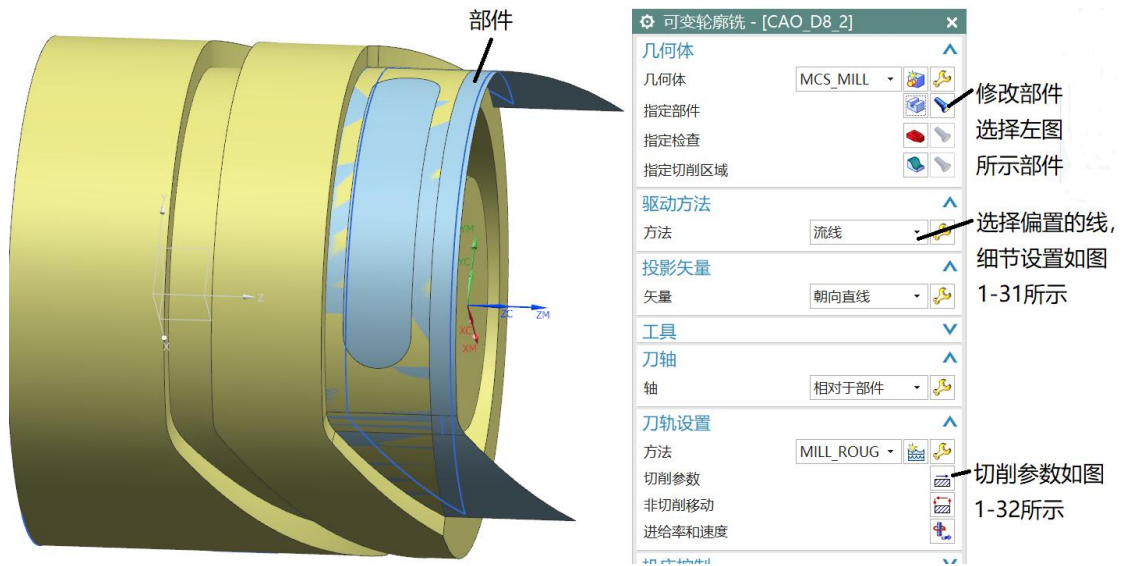

图 1-30 部件修改
(3) 外曲面加工编程。复制槽加工编程刀路，修改不同的参数。如图 1-30 所示。